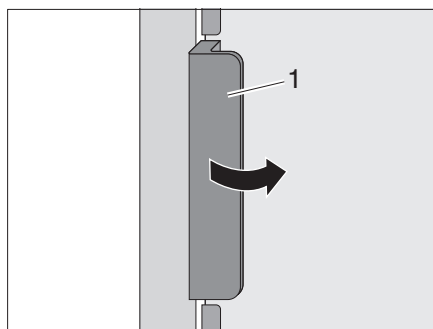
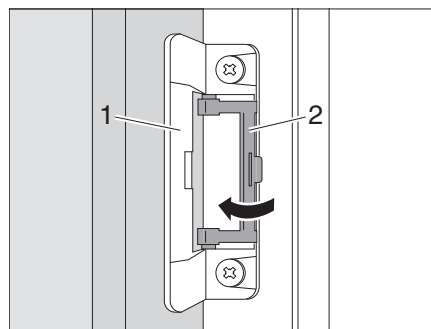

Bild 330 Öppna kylskåpsdörren
Bild 331 Låsa i ventilationsläge
Öppna: ■ Öppna kylskåpsdörren med handtaget (Bild 330,1). Låset (Bild 331,1) lossas automatiskt.
■ Fäll upp spärren (Bild 331,2).